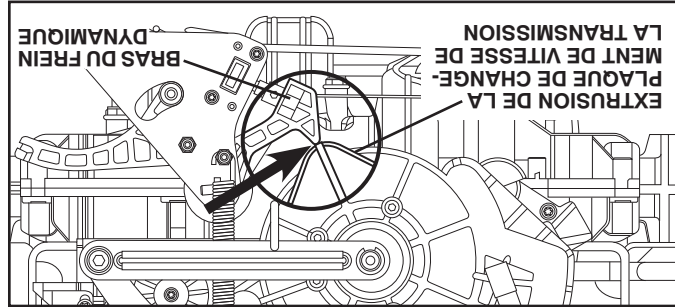

Fig. 35
- Déplacez la plaque de changement de vitesse sur la partie avant de la transmission pour que la ligne de centre de la zone extrudée soit alignée sur le bras de frein dynamique. (Voir La Fig. 35.)